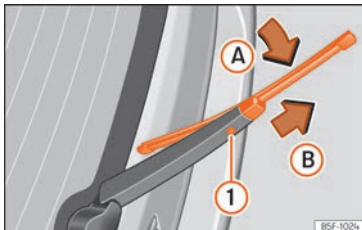

Abb. 152 Scheibenwischerblatt der Heckscheibe auswechseln.
- Das Wischerblatt leicht drehen »» (Abb. 152) (Pfeil **A**).